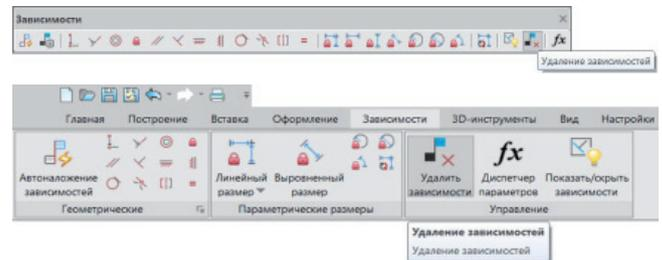
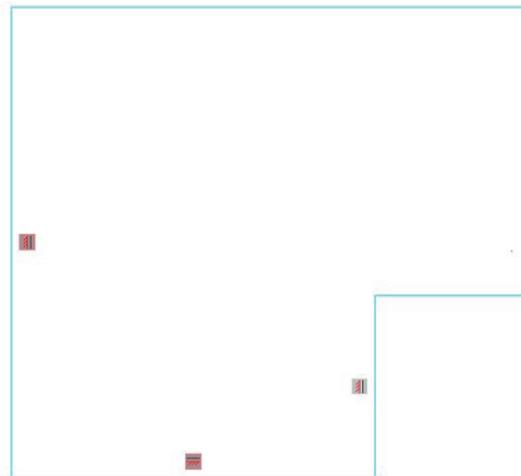

Рис. 25. Панель и вкладка *Зависимости*. *Удаление зависимостей*
Рис. 26. Удаление зависимостей
- Зависимости можно проставить автоматически. Сначала удалите проставленные зависимости. Для этого в командной строке вызовите команду *удалитьзависимости* или задайте команду *Удаление зависимостей* в выпадающем меню *Зависимости*, либо на панели *Зависимости*, либо в ленточном интерфейсе на вкладке *Зависимости* (рис. 25). ЛКМ последовательно укажите проставленные зависимости. Выбранная для удаления зависимость будет окрашиваться в темный цвет (рис. 26). После указания зависимостей, подлежащих удалению, для подтверждения нажмите клавишу *Пробел* или *Enter*.